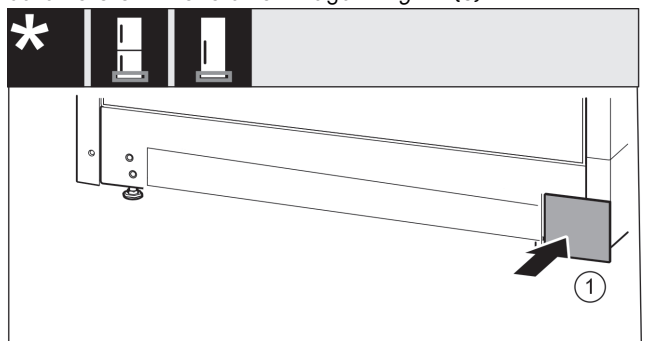

Fig. 15
- Uzlieciet atpakaļ pārsegu otrajā pusē. Fig. 15 (1)